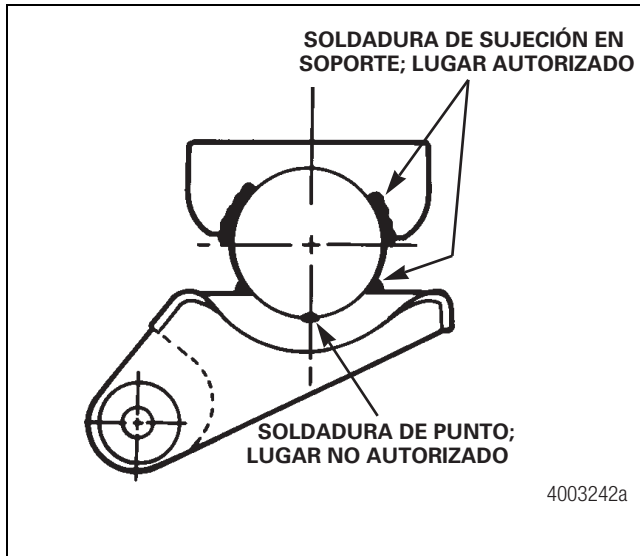

Figura 7.15
- Los requisitos de ubicación de soldaduras de esta sección se refieren a todo tipo de soldaduras. En algunos casos, se han hallado ejes con soldaduras de fijación con soporte en puntos autorizados, pero con soldaduras de punto en sitios no autorizados. No se permite realizar soldaduras de punto ni soldaduras de fijación con soporte en sitios no autorizados. Lo anterior puede ocasionar un cambio del material que reduciría la resistencia a la fatiga durante la vida útil del eje. Figura 7.15.